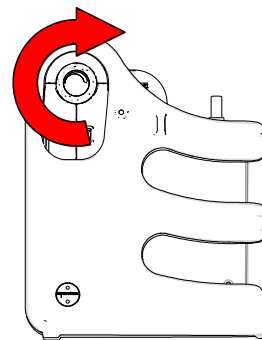

Fig. 20
- Ocluir a extremidade do tubo paciente e, em seguida, ajustar o nível de vácuo de 50 a 550 mmHg, girando o botão de regulação do vácuo no sentido horário para aumentar e anti-horário para diminuir o vácuo (Fig. 20). Libertar e ocluir mais uma vez para confirmar a configuração. O nível de vácuo desejado pode ser visualizado no display LED (fig. 20).